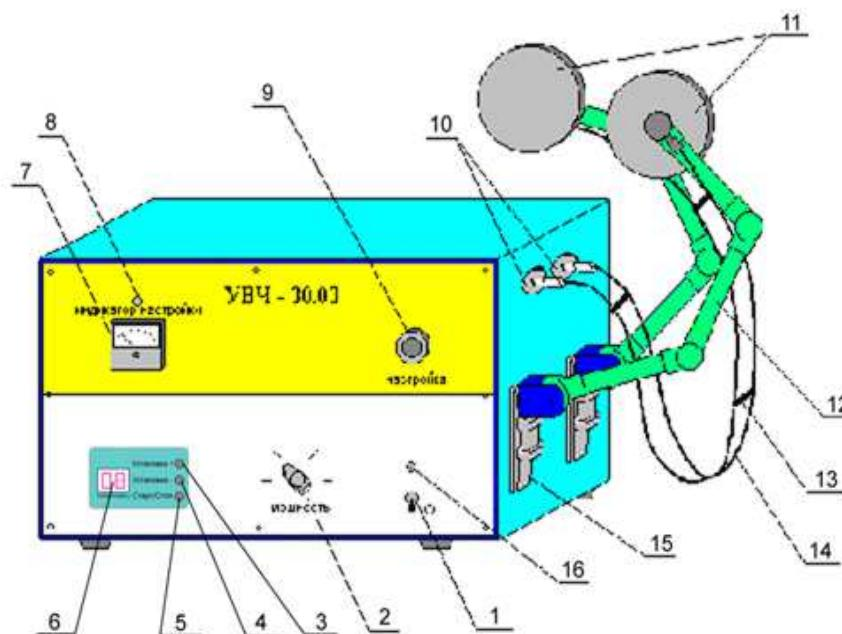

Рисунок 1. Общий вид аппарата для УВЧ-терапии переносный УВЧ-30.03-«НАНЭМА».
- 4.6. На лицевой панели аппарата (рис. 1) расположены:
- 6.5. Установите тумблер (1) СЕТЬ и ручку переключателя (2) МОЩНОСТЬ в выключенное положение «0» (см. рисунок 1).